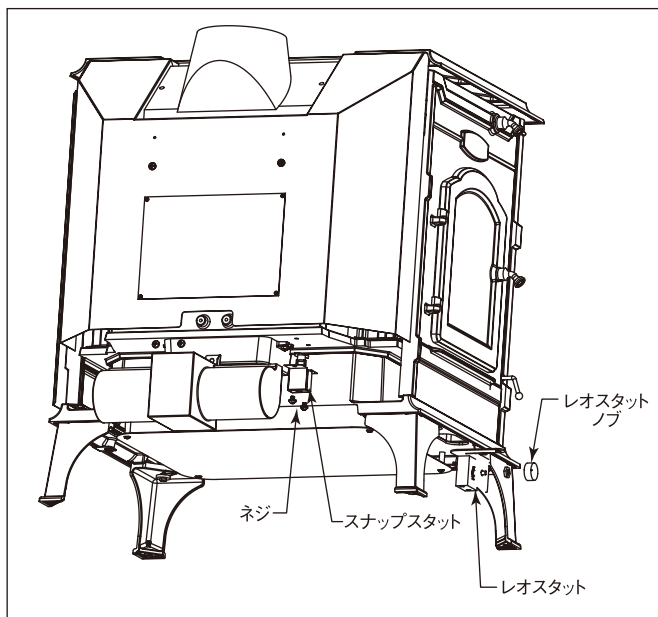

図5 ファンの取り付け
- 1) ファン本体を、1/4-20x3/4"六角ボルト2ヶ(または、本体に付いているネジ2ヶ)と1/4"スターワッシャー2ヶで、ストーブの背板の内側に固定します。(図5)